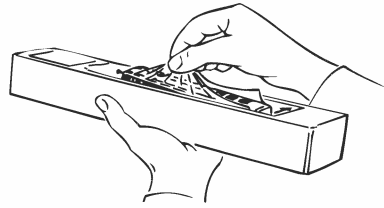

Fig. 2
**Betriebsbedingungen:** Es empfiehlt sich, die Lok 30 Minuten vorwärts und 30 Minuten rückwärts ohne Belastung **einlaufen zu lassen**, damit Ihr Modell einen **optimalen Rundlauf** und **beste Zugkraft** bekommt. Der kleinste befahrbare Radius für dieses Modell ist **R3** (419,6 mm) des ROCO-Gleissystems Radius **R2** (358 mm) ist nur bedingt und ohne Kolbenschutzrohre befahrbar (Fig. 2).
**Conditions de rodage:** Afin d'assurer les meilleures conditions de marche tranquille et de traction puissante à votre modèle nous vous conseillons un rodage du modèle de 30 minutes environ en marche avant et d'autres 30 minutes en marche arrière. Pendant cette période la marche doit se faire »haut le pied«. Le rayon minimal admissible du modèle présent est fixé à 419,6 mm, soit le rayon **R3** des voies ROCO. Le rayon **R2** (soit 358 mm) exige par contre la suppression uniquement des tiges de piston (fig. 2).
**Operating instructions:** Before use is advisable to let the loco go around about 30 minutes forwards and 30 minutes backwards without load, to obtain an optimal circuit and best tractive power. The smallest radius this model should run is **R3** (419,6 mm) of the ROCO track system or rather **R2** of the ROCO track system (model without tubes protecting pistons, fig. 2).